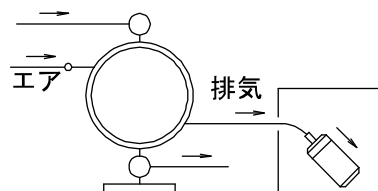

Fig.3.2
- \*排気は液材中ではなく外部に開放してください。方法は後述の<NOTE>外部排気の方法 Fig.3.2を参照してください。